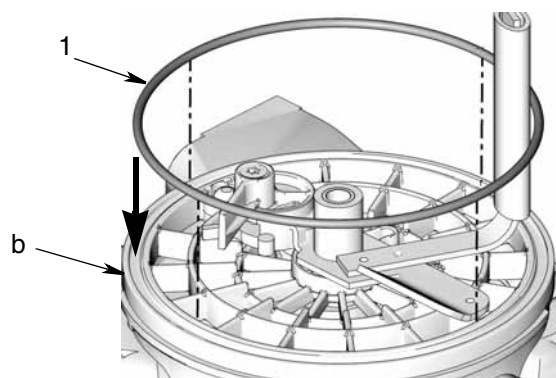

FIG. 10
1. Rivestire il nuovo anello di tenuta (1) di grasso (fornito dall'utente).
2. Installare l'anello di tenuta nel solco della piastra perforata (b) (FIG. 10).